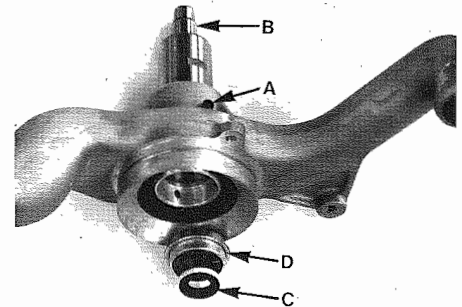

Fig. 28 - Smontaggio pompa acqua
- Togliere il grano filettato di bloccaggio A (**Fig. 28**).
- Espellere l'albero B dal coperchio pompa (**Fig. 28**).
- Sostituire anello controfaccia C ed anello di tenuta D, facendo riferimento all'esploso di **Fig. 28**.
- Remove threaded locking dowel A (**Fig. 28**).
- Push out shaft B from pump cover (**Fig. 28**).
- Renew counterface ring C and seal ring D, refer to exploded view of **Fig. 28**.